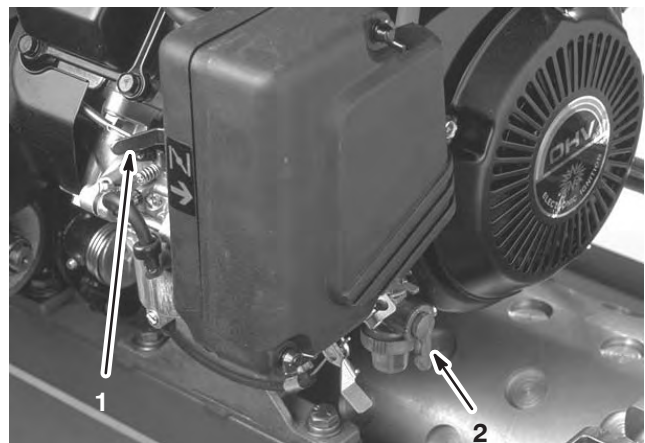

Figure 22
### Manette de starter (Fig. 22)
### Robinet d'arrivée de carburant (Fig. 22)
2. Ouvrez le robinet d'arrivée de carburant sur le moteur (Fig. 22).
5. Réglez le levier de starter (Fig. 22) à mi-course pour démarrer le moteur à froid. Le starter n'est pas toujours nécessaire pour démarrer un moteur chaud.